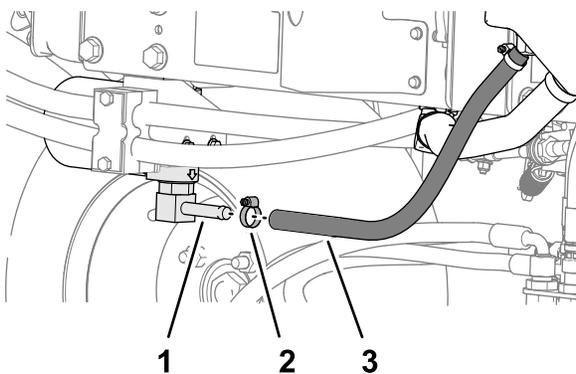
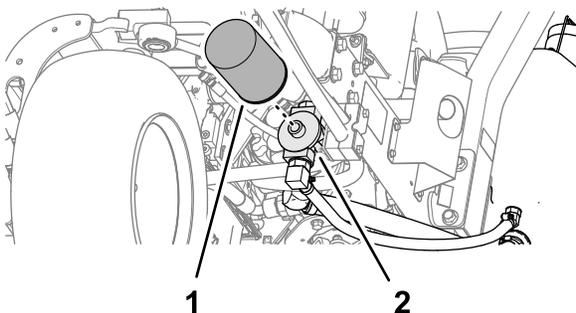

Figura 89
Figura 90
2. Desconecte os tubos hidráulicos (Figura 89) ou retire o filtro hidráulico (Figura 90) e escorra o fluido hidráulico para dentro de um recipiente de escoamento.